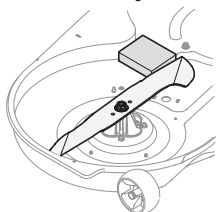

Figura 32
2. Coloque un bloque de madera entre el deflector del alojamiento central de la plataforma y la cuchilla de corte, para que actúe como estabilizador. Consulte la Figura 32.
3. Extraiga la tuerca de brida hexagonal que asegura la cuchilla al montaje de husillo. Consulte la Figura 32.
3. Coloque un bloque de madera entre el deflector del alojamiento de la plataforma y la cuchilla de corte para que actúe como estabilizador. Consulte la Figura 32.